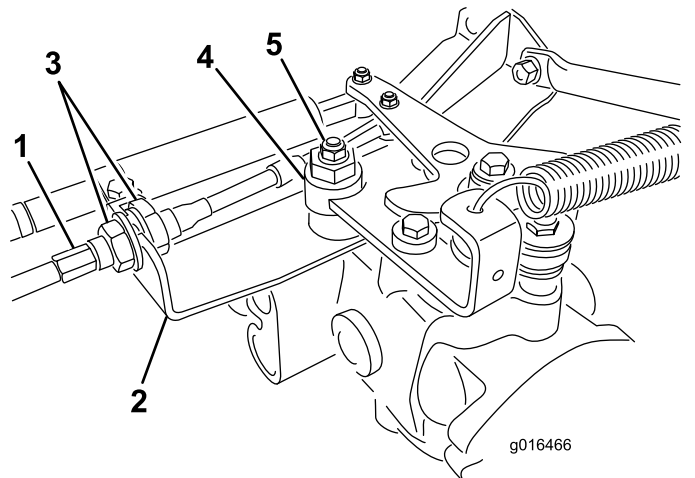

Рисунок 40
- A. Ослабьте обе контргайки, которые крепят тросик управления тягой к кронштейну на гидростате (Рисунок 40). Ослабьте контргайки одинаково и в степени, достаточной для регулировки.
Примечание: Ослабьте контргайку крепления эксцентрика к верхней части гидростата (Рисунок 40).
- E. Когда колесо перестанет вращаться, затяните гайку, которая фиксирует эксцентрик и регулировку (Рисунок 40).
крепящие тяговый тросик (Рисунок 40). Не перекручивайте тросик.